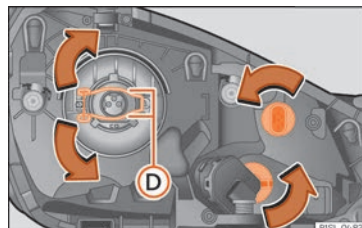

Abb. 49 Linker Scheinwerfer
- Sicherungsbügel **»» Abb. 49 (D)** in Pfeilrichtung nach unten drücken, zur Seite aushaken und wegklappen.
- Glühlampe einsetzen, den Sicherungsbügel **»» Abb. 49 (D)** zurückklappen und einhaken.